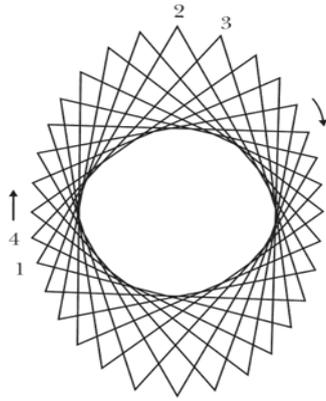

Рис. 2.26. Схема прошивания овала
5. Заполнение овалов, спиралей, завитков. Проводится по тем же принципам, что и прошивание окружности. На рис. 2.26 и 2.27 показаны схемы пришивания овала и спирали.